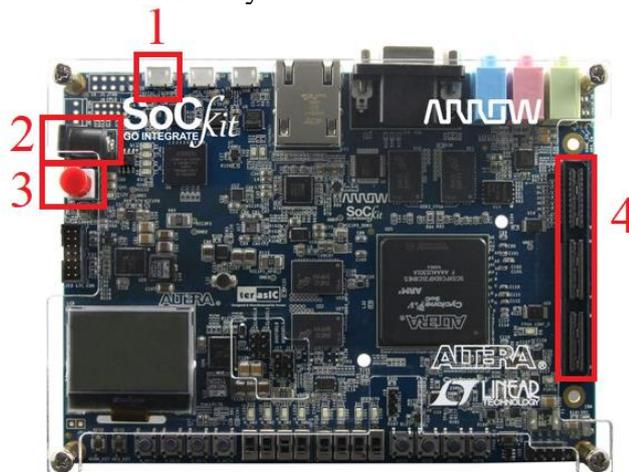

Рисунок 2.4 – Общий вид платы
После успешной компиляции проекта необходимо подключить плату к компьютеру. Подключите питание к плате в разъем 2 и кабель в разъем `micro-USB` (1) (Рисунок 2.4). К разъему номер 4 подключите плату расширения, общий вид которой предстален на рисунке 2.5. Для включения платы нажмите на кнопку 3.